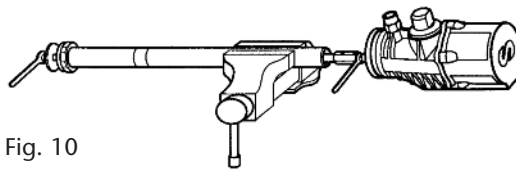

Fig. 10
4. Introduce an open end wrench in the milling of the lower part of the air piston and unscrew the nut (41) and remove the washer (40) (fig. 10).
4. Introducir una llave plana en el fresado del eje pistón de aire. Aflojar y quitar la tuerca (41) y retirar la arandela (40) (fig. 10).
4. Introduire une clé plate dans le fraisage de l'axe du piston d'air . Desserrer et retirer l'écrou (41) ainsi que la rondelle (40) (voir fig. 10).
4. Mit einem Schraubschlüssel die Mutter (41) am unteren Teil des Luftkolbens lösen und die Beilagscheibe (40) entfernen (Bild 10).